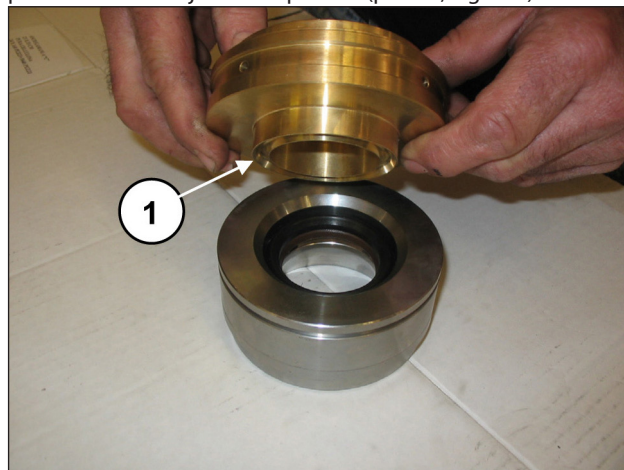
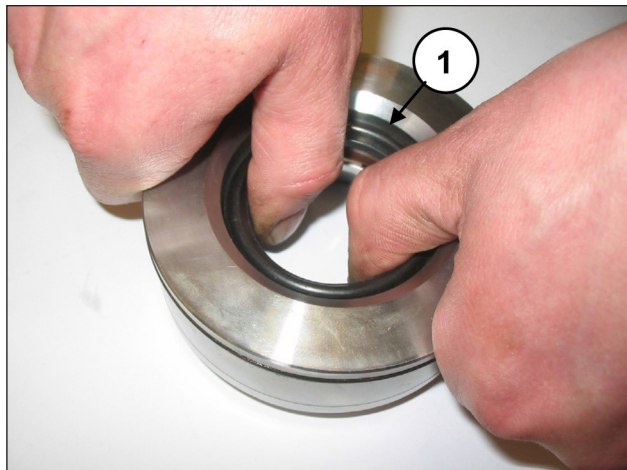

Fig. 121
Fig. 122
Separar el soporte de las juntas de la camisa (pos. ①, Fig. 121) para acceder a las juntas de presión (pos. ①, Fig. 122).